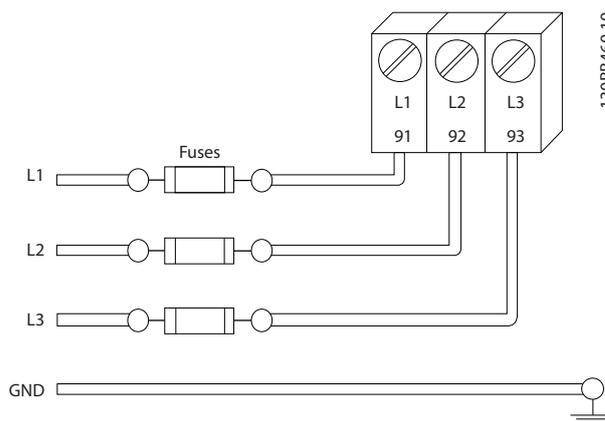

図 2.6 周波数変換器ヒューズ
- すべての周波数変換器は短絡および過電流保護を備えている必要があります。入力ヒューズが保護のために必要です。図 2.6 を参照してください。工場で装備されない場合、ヒューズはインストレーションの一部として設置作業者によって取り付けられます。10.3 フェーズ仕様の最大ヒューズ定格を参照してください。